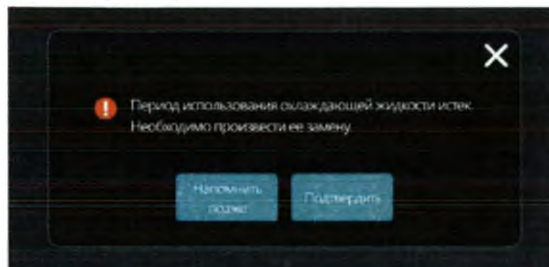

Рис.15.1 – Информационное окно
15.6 Для того чтобы заменить охлаждающую жидкость в Приборе Вам необходимо убедиться в том, что подошел срок замены жидкости (вывод соответствующего предупреждения на экране как показано на рис. 15.1). После этого нажмите кнопку «ПОДТВЕРДИТЬ» на экране прибора.